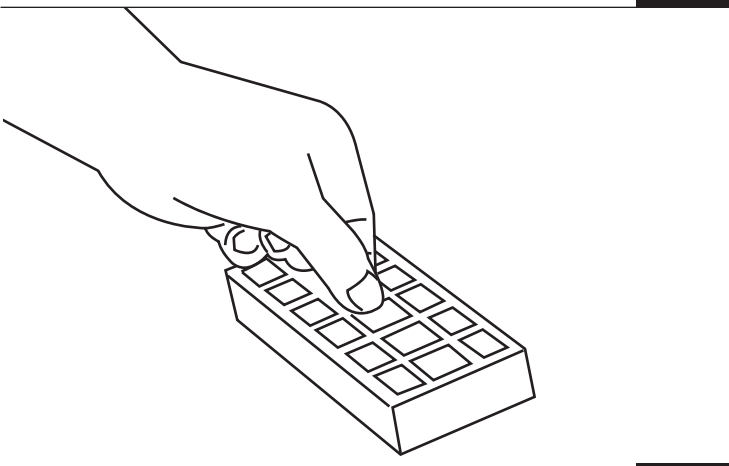

FIG. 20
Step 3: On some models, remove filter pad and shake to remove excess dust. If necessary this pad can be cleaned by vacuuming with another cleaner (FIG. 20).
Étape 3 : Sur certains modèles, retirez le filtre et secouez-le afin d'enlever l'excès de poussière. Si nécessaire, cette plaque peut être nettoyée en aspirant avec un autre aspirateur (FIG. 20).
Paso 3: En algunos modelos, quite la almohadilla del filtro y sacúdala para quitar el exceso de polvo. De ser necesario, esta almohadilla puede ser limpiada con otra aspiradora (FIG. 20).